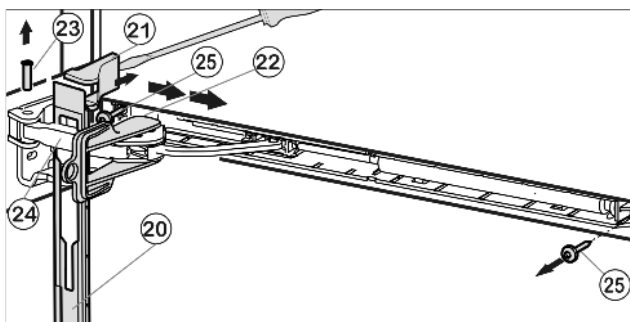

Fig. 10
- ▶ Сдвиньте накладку над амортизационной скобой *Fig. 10 (24)* в направлении устройства вперед.
- ▶ Зафиксируйте предохранитель *Fig. 10 (22)* в продольном пазе.
- ▶ Подденьте крышку *Fig. 10 (21)* отвёрткой с внешней стороны и снимите в направлении наружу.
- ▶ Выдавите палец *Fig. 10 (23)* снизу.
- ▶ Нажмите амортизационную скобу *Fig. 10 (24)* в направлении дверцы.
- ▶ Снимите накладку *Fig. 10 (20)*.
- ▶ Открутите весь узел амортизатора закрывания дверцы (2 шт. Torx® 15) *Fig. 10 (25)*.